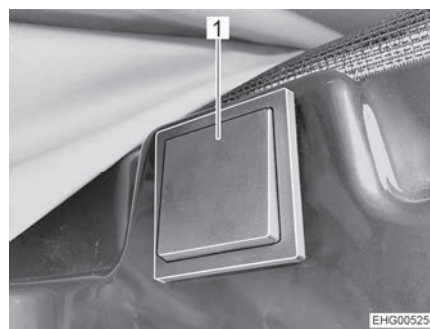

Bild 88 Knapp för elektrisk upplåsning
Knappen för elektrisk upplåsning (Bild 88) finns på höger sida i området ovanför skjutdörren.
- Tryck på knappen (Bild 88,1) under minst 2 sekunder.